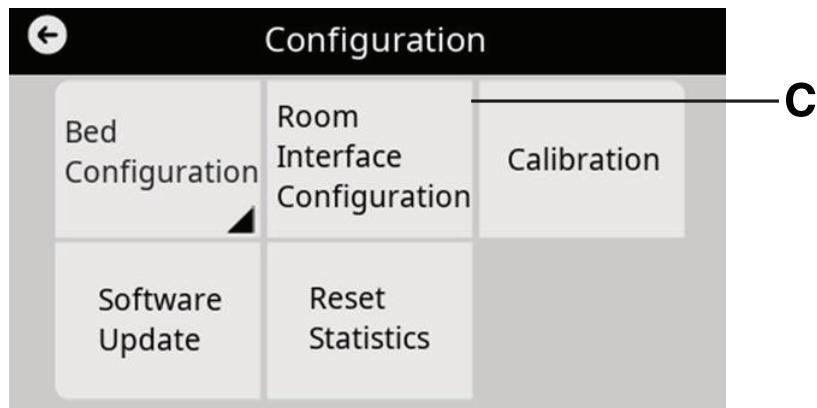

Figure 6 – Menu de configuration du ProCuity
4. Dans le menu de configuration, sélectionner **Configuration de l'interface de la chambre (C)** (Figure 6).